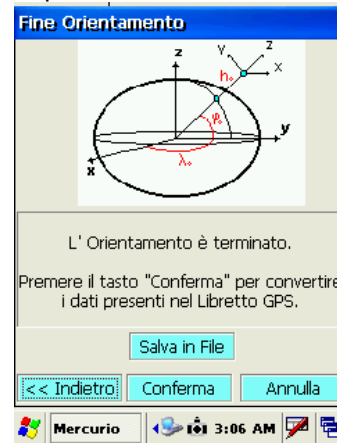

fig.93
13. Selezionare **Conferma** per accettare la configurazione (fig. 93)